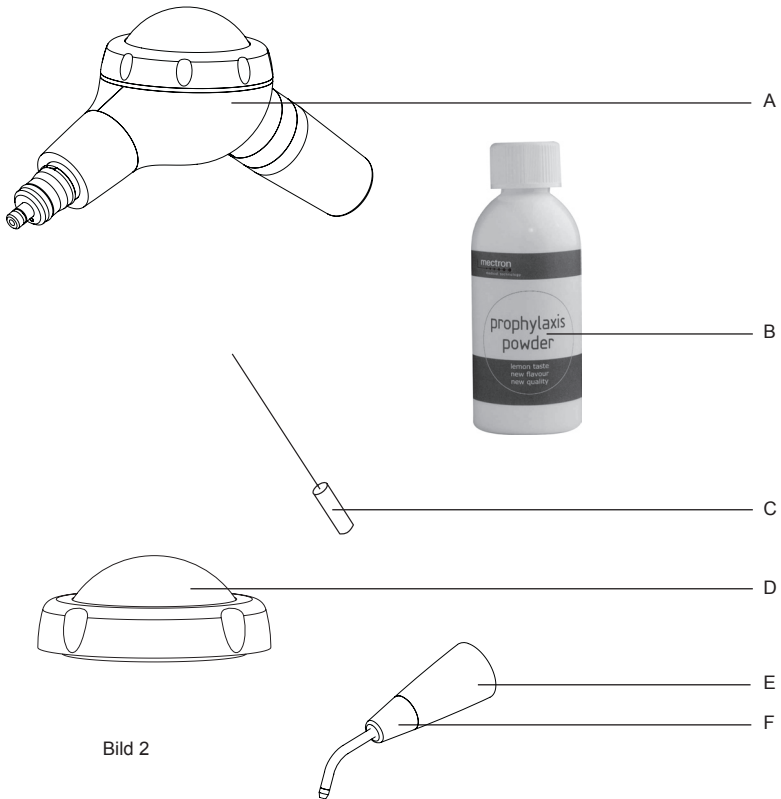
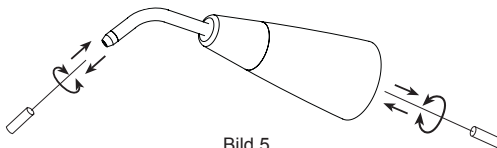

Bild 2
Bild 5
- 1 Gerätkörper (Bild 2 - Ref.A);
- 1 Pulverbehälter prophylaxis powder (Bild 2 - Ref.B);
- 1 Nadel für die Reinigung der vorderen Endteile des Poliergeräts (Bild 2 - Ref.C);
- 1 Ersatzkappe Easyjet pro (Bild 2 - Ref.D);
- 1 Vorderes Endteil Poliergerät (Bild 2 - Ref.E);
- 1 Vordere Endteilekappe (Bild 2 - Ref.F).
- 2 Befreien Sie den Kanal mit der mitgelieferten Reinigungsnadel von Pulverresten (Bild 2 - Ref.C), indem Sie die gezeigten Bewegungen durchführen (Bild 5). Blasen Sie mit der Spritze von beiden Seiten Druckluft durch das Zentralloch des Endstücks.
⚠ **ACHTUNG: Reinigen Sie den Kanal der Düse nur mit der Reinigungsnadel, die mit dem Gerät mitgeliefert wird (Bild 2 - Ref.D)!**
- 1 Vorderes Endstück des Polierers (Bild 2 - Ref.E).
- 2 Reinigungsnadel des vorderen Poliererendstücks (Bild 2 - Ref.C).
- 2 Befreien Sie den Kanal mit der Reinigungsnadel, die zum Zubehör gehört (Bild 2 - Ref.C), gemäß den angegebenen Bewegungen (Bild 5) von etwaigen Pulverresten. Blasen Sie mit der Spritze Pressluft von beiden Seiten in das mittlere Loch des Endteils.
- 1 Ist der Luftkanal des vorderen Endstücks verstopft, so schalten Sie das Gerät einige Sekunden lang mit den mitgelieferten Nadeln (Bild 5) ein, um den Kanal von den Pulverresten zu befreien.